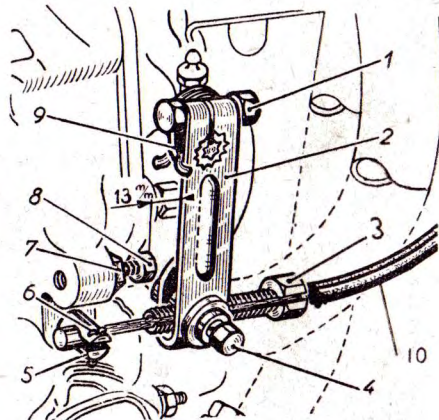

Fig. 2
10° Enlever le câble de débrayage (fig. 2). Pour cela, retirer la goupille (1), déboquer la vis pointeau (5), visser la douille (4) pour donner du mou et pouvoir sortir le câble de la fixation (2).